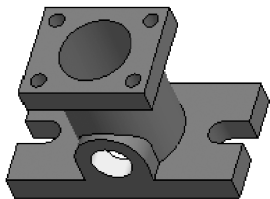

图 4-98 原模型
(1) 单击【文件】工具栏中的【打开】按钮 ，打开文件“liti4-7. prt”，如图 4-98 所示。